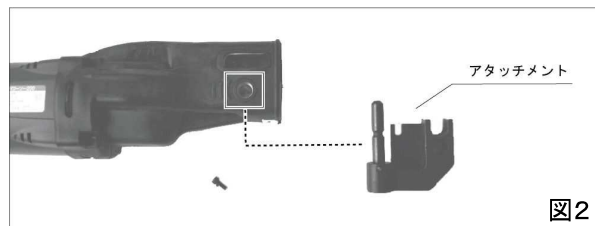

図２
- ② 「アタッチメント」の支持棒を「パワーソー２００」の「支持棒取付け穴」に差し込みます。（図２）